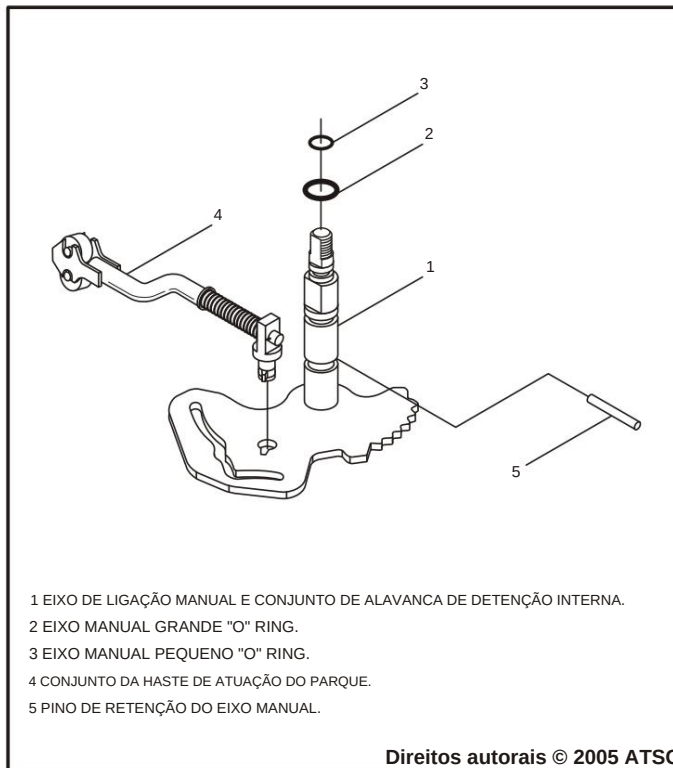

Figura 37
19. Remova e descarte os dois anéis de vedação "O" eixo manual, conforme mostrado na Figura 37.